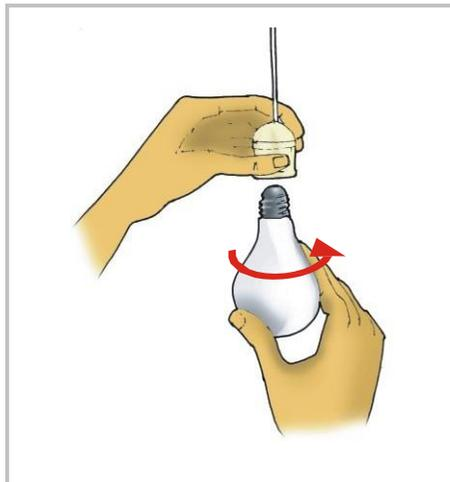

Fig. 4
7. Coloque el foco nuevo, girándolo suavemente hacia la derecha para no dañar las ranuras de enrosque, ajustar sin esfuerzo sujetando el soquet (Fig. 4).